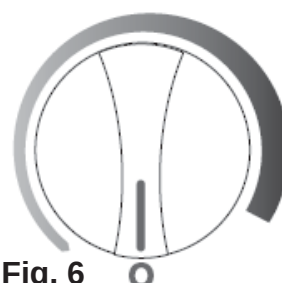

Fig. 6
- Para apagar el congelador (ninguna enfriamiento), gire la perilla de control a las “0” (apagado) posiciones. Vea Fig.6.